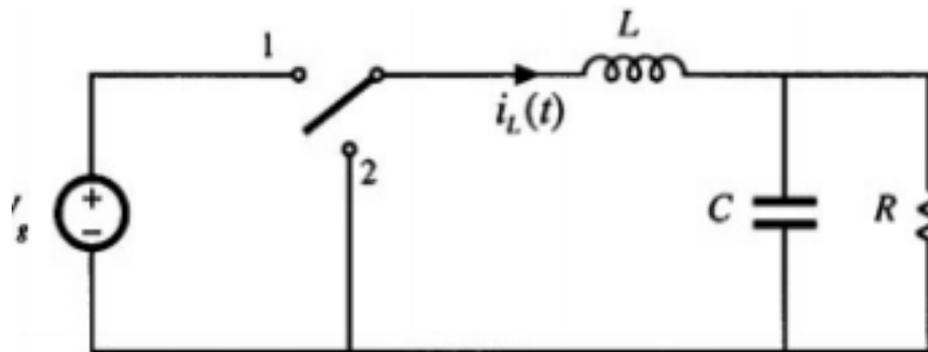

Figure. I. 2 : Convertisseur série(Buck) idéal
- ✓ Dans l'état passant, l'interrupteur 1 (voir figure I.2) est fermé, la tension aux bornes de l'inductance est :